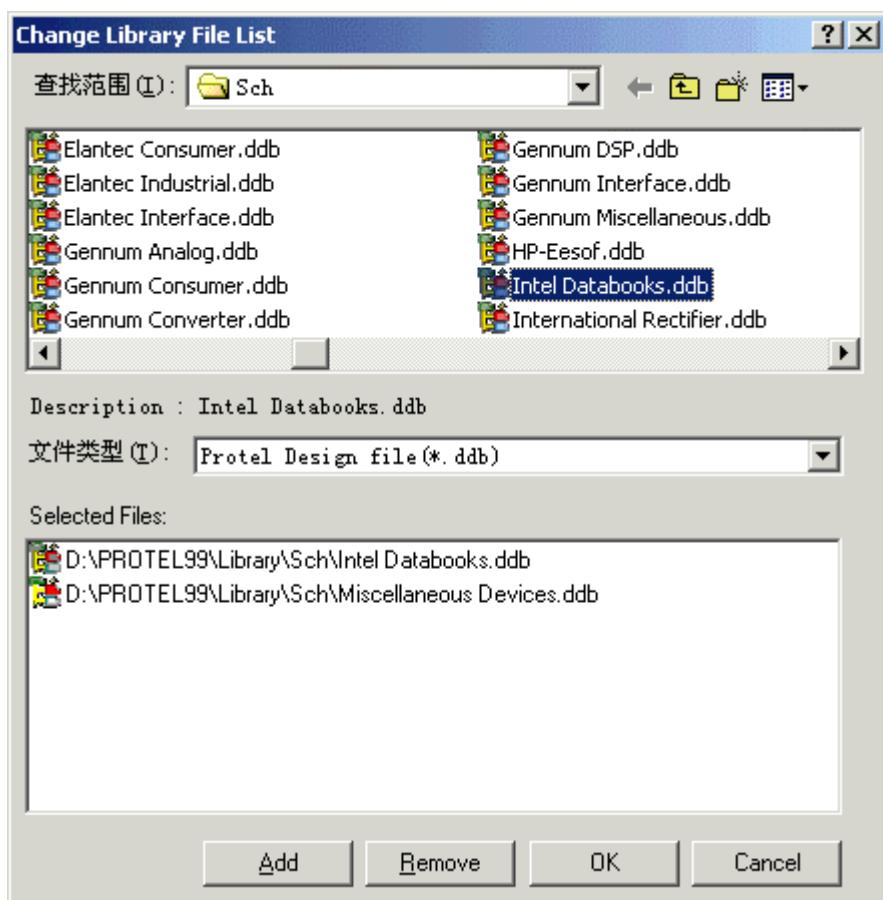

图 1—7 “元件库添加/删除”对话框
- (3) 在 Design Explorer 99\Library\Sch 文件夹下选取元件库文件，然后双击鼠标或点击 Add 按钮，此元件库就会出现在 Selected Files 框中，如上图 1—7 所示。
- (4) 然后点击 OK 按钮，完成该元件库的添加。